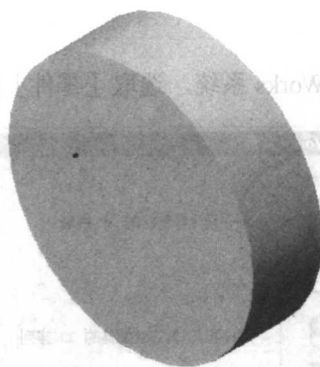

图 2-6 拉伸凸台/基体
**STEP 4** 点击 (拉伸凸台/基体 ) , 伸长 10mm, 如图 2-6 所示。